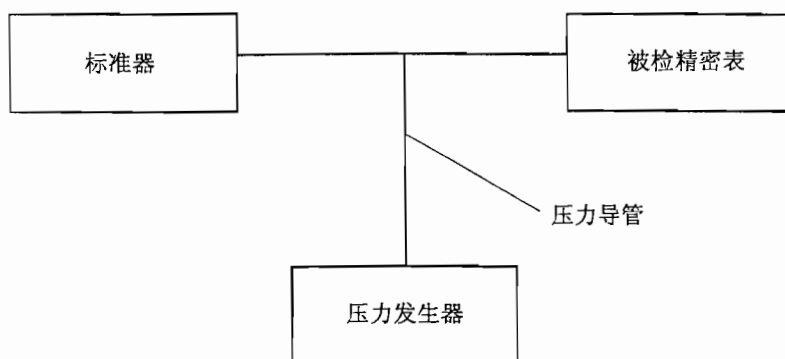

图1 精密表示值检定连接示意图
a) 精密表的示值检定是采用标准器示值与被检精密表的示值直接比较的方法，精密表示值检定连接示意图如图 1 所示。